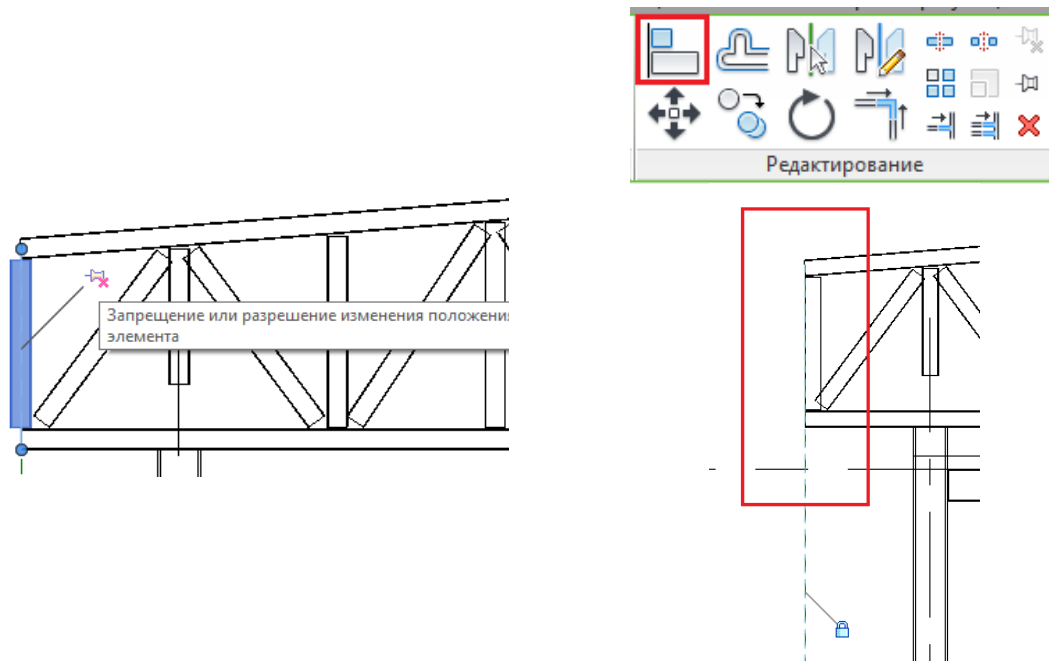

Рис. 18. Выравнивание крайних стоек
1. Наведите курсор на крайнюю правую стойку и, последовательно нажимая «Tab», добейтесь ее подсветки (рисунок 18).левой кнопкой мыши выполните выбор. Нажмите на появившийся значок закрепления, для того чтобы разрешить изменение положения. Используя инструмент "Выровнять" на панели "Редактирование" выровняйте стойку: правая грань стойки должна совпадать с правой опорной плоскостью. Выполните эти же действия для вертикальной левой стойки.